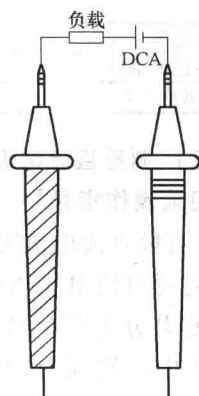

图 1-18 测量电流示意图
3) 打开可调式直流电源，设计测试电路如图 1-18 所示。将万用表串联进入电路，红表笔接电阻端，黑表笔接电源负极，选择 1kΩ 电阻作为测试负载。在电源输出指示分别为 1.0、2.0、5.0、10.0 时，在每个量程分别测试，并将结果填入表 1-7 中。